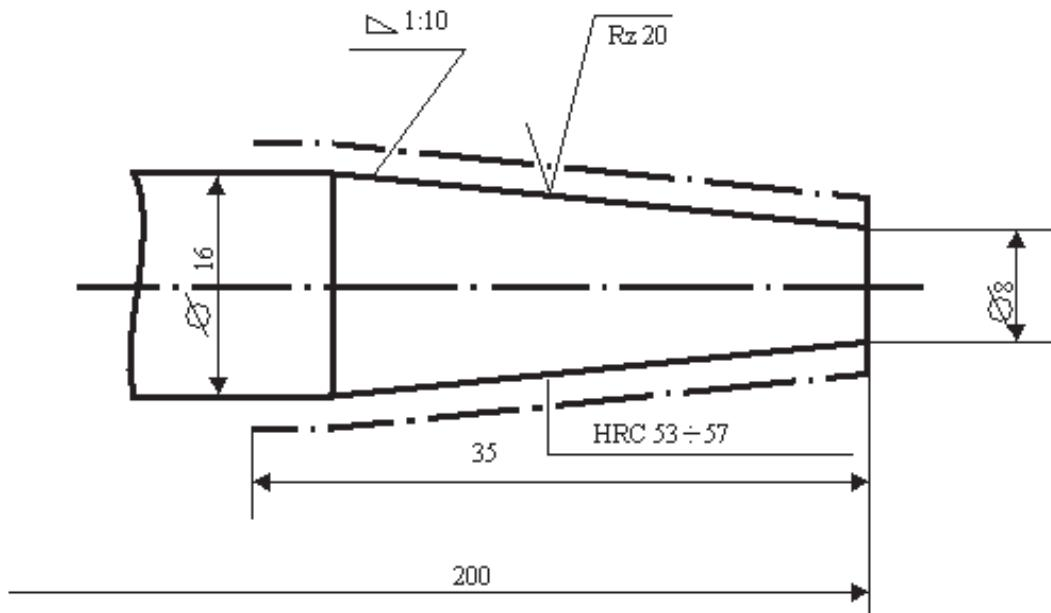

Рис. 1. Робоча частина слюсарного бородка
При повернутих верхніх салазках супорта необхідно обробити робочу частину слюсарного бородка, який має конічну поверхню (рис. 1).
1. Виконати рис. 1.